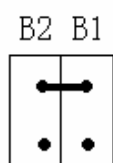

图 5
**⚠ 注意：**第一路和第三路 I/O 输出均为复用输出，当第一路 I/O 输出作为控制 DTU 供电时，不可再作为普通 I/O 输出使用，在作为普通 I/O 输出时，请确认 RDY-18F 电路板上的“PW”跳线端子应处于断开状态；当第三路 I/O 输出作为备电控制时，不可再作为普通 I/O 输出使用。第三路作为普通 I/O 输出时，B1，B2 跳线端子的连接应如图 5 所示。出厂时两路均被复用。
和 “TX-RX” 两个跳线端子如图 5 连接。